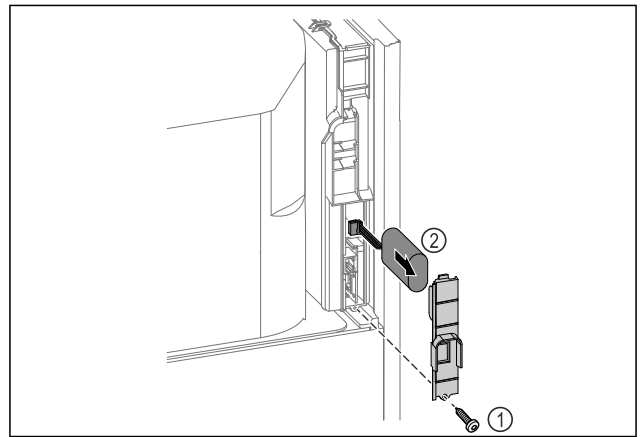

Fig. 259
- ▶ Викрутити гвинти і зняти кожух на задньому боці пристрою Fig. 259 (1).
- ▶ Батарею від'єднати та вийняти Fig. 259 (2).